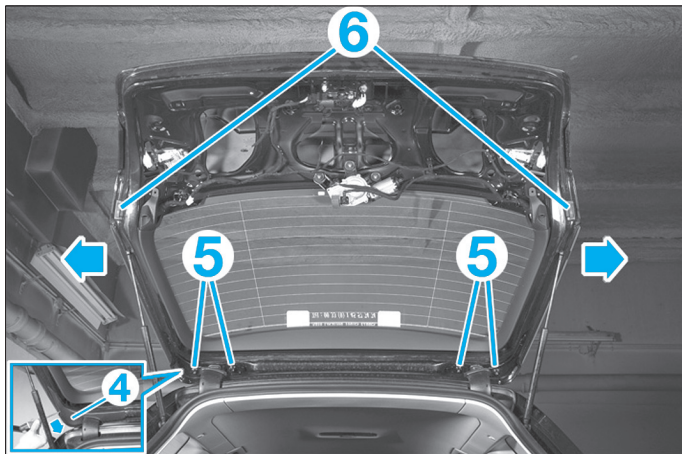

Fig. 85
- les vis de fixation (2).
- Dégrafer fermement la garniture aux endroits indiqués (3).
- Déposer avec précaution et de chaque côté, le cache (4) (Fig.85).
- Déposer les vis de fixations (5) et déposer le hayon.
- Vérifier les jeux et affleurements en agissant sur les butées de réglages (6) (Fig.85).